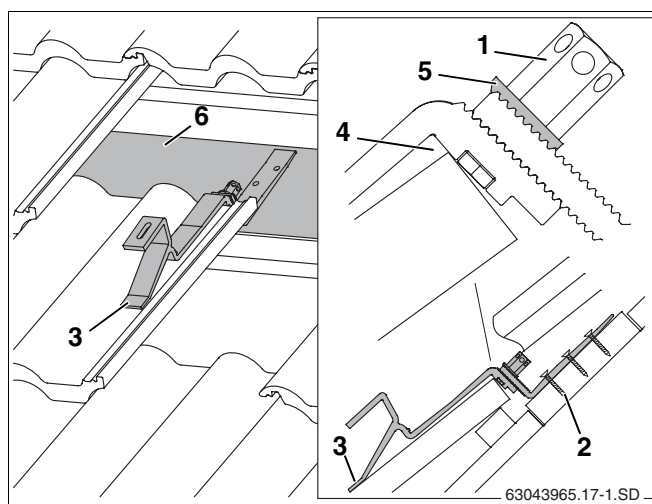

Fig. 15 Gancho para telhados montado (para uma melhor imagem, algumas telhas não estão apresentadas)
- ▶ Colocar o apoio à frente de tal forma que no caso de carga este assente numa concavidade (fig. 15, **item 3**).
O gancho para telhados deverá ter alguma folga no bordo superior da telha (fig. 15, **item 4**). Eventualmente, ajustar a telha em cima.
- ▶ Deslocar para baixo o gancho para telhados até que este assente no caibro ou nas tábuas/pranchas (fig. 15, **item 6**).
A anilha dentada (fig. 15, **item 5**) deve encaixar na parte inferior dentada do gancho para telhados.
- ▶ Apertar a porca sextavada comprida (fig. 15, **item 1**). Para o efeito, introduzir a chave SW5 no furo da porca sextavada e rodar.
- ▶ Fixar a parte inferior do gancho para telhados, pelo menos, ao primeiro (fig. 15, **item 2**) e segundo furos no caibro com parafusos adequados.